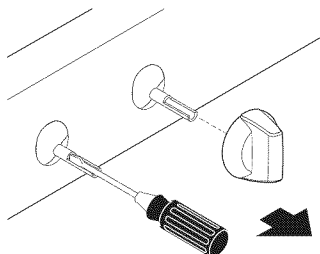
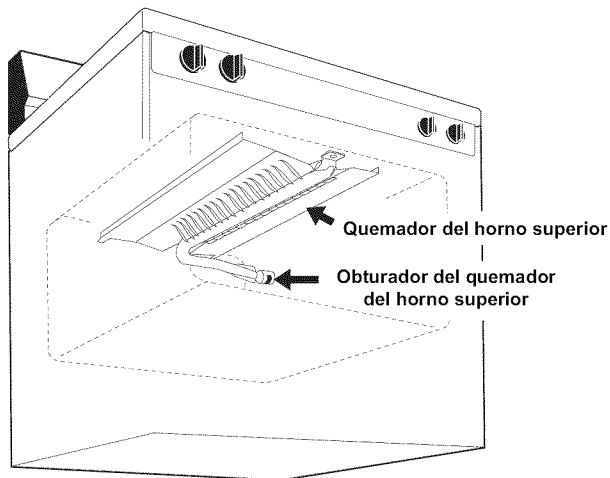

Fig. 17
Fig. 19 - ubicaciones de los quemadores del horno
- Introduzca un destornillador delgado en la varilla hueca de la válvula y ajústelo sobre el tornillo que se encuentra adentro. El tamaño de la llama se puede aumentar o reducir girando el tornillo. Gire el tornillo a la izquierda para aumentar el tamaño de la llama (vea las Fig. 17 y Fig. 19).